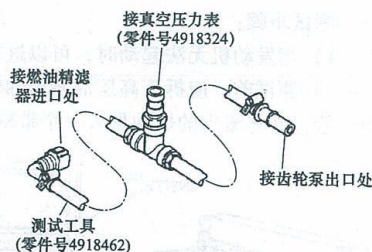

图 2-66 齿轮泵输出压力测试工具
2) 将燃油系统专用测试工具, (零件号为 4918462) 连接到燃油精滤清器进口接头和齿轮泵出口接头上, 见图 2-66。